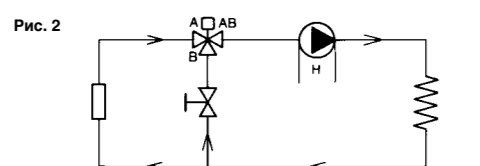

Рис. 2
1. Перепад давления через порты клапана A и AB ΔPA→AB должен быть больше, чем 50% от перепада давления через секции C-A (ΔPC→A), рис. 2 и 3.
2. Перепад давления через секцию C-A (ΔPC→A) должен быть меньше чем 25% от напора насоса, рис. 2 и 3.
3. Перепад давления через секцию C-A (ΔPC→A) должен быть равным перепаду давления через секцию C-B (ΔPC→B), рис. 2 и 3.